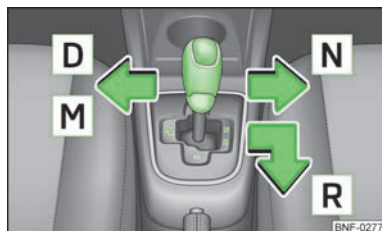

Fig. 72
- Poussez le levier sélecteur dans la position auto-rabattue dans le sens de la flèche vers la gauche » fig. 72 et l'engager dans la position **D**.
- Placer le levier sélecteur dans le sens de la flèche vers la droite » **fig. 72** dans la position **N**.